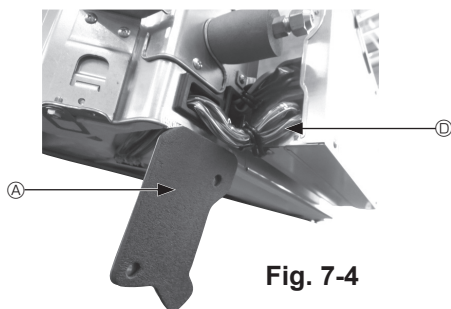

Fig. 7-4
① Retirez les deux vis de fixation du couvercle des fils de l'appareil principal, puis ouvrez le couvercle.
② Faites passer les fils du capteur i-See et du récepteur de signal dans les entrées de fils du boîtier des composants électriques, comme montré sur le schéma, et autour des traversées isolées sur le côté de l'appareil principal. (Fig. 7-4)